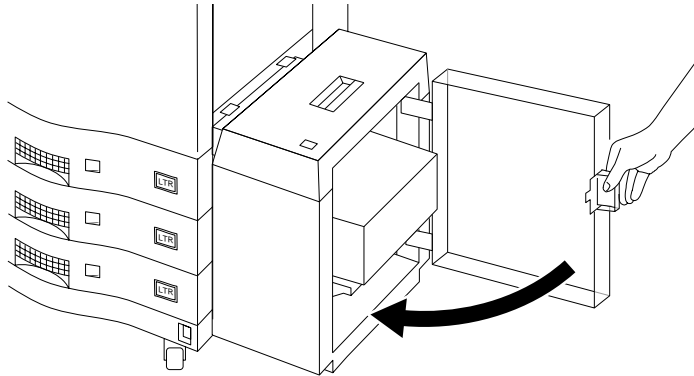

Abbildung 4-71 Schließen der HLZ-Tür
4. Drücken Sie die HLZ-Einheit wieder an den Drucker, um sie zu verriegeln. Legen Sie Papier in die HLZ-Einheit ein, und schließen Sie die HLZ-Tür, wie in Abbildung 4-71 gezeigt.